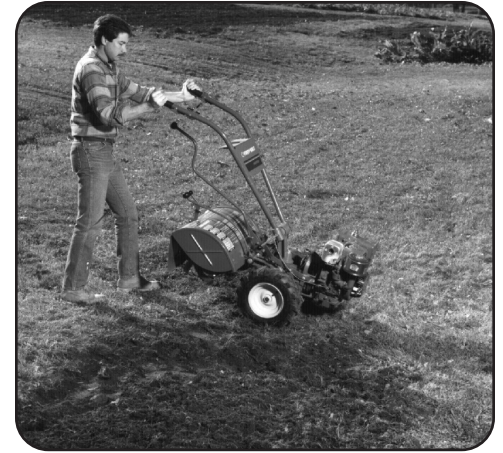

Figure 4-5
1. Avec un peu de pratique, ce sera facile d'effectuer un virage. Trouvez d'abord le point d'équilibre entre le moteur et les dents en soulevant le guidon. Voir Figure 4-5.
5. Reprenez la marche avant et soulevez le guidon jusqu'à ce que les dents soient hors du sol. Voir Figure 4-5. Trouvez le point d'équilibre entre le moteur et les dents. Puis, poussez le guidon dans le sens du virage. Gardez vos jambes et vos pieds loin des dents (qui doivent être désengagées). Laissez les roues faire le travail.